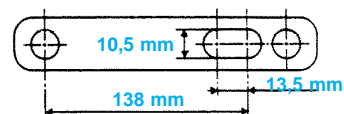

fig. MOT. 23
- Plan de perçage du **Mot. 1159** pour utilisation sur **type BAOX** (diamètre **10,5 mm**) (fig. MOT. 23).